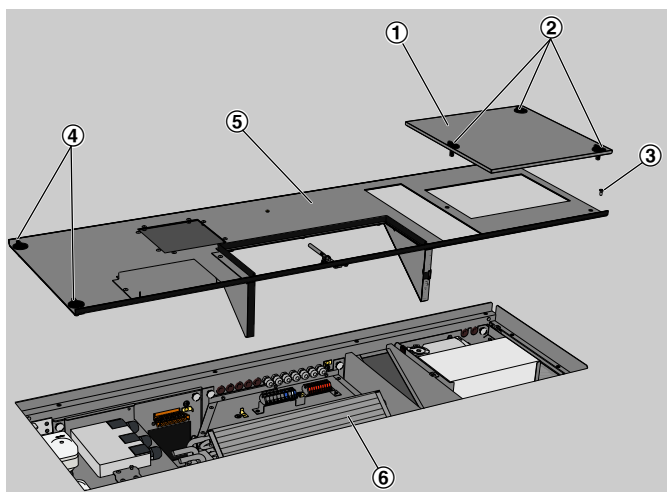

Abb. 26
3. ▶ Den Filterdeckel (Abb. 26/1) durch Lösen der Schnellverschraubungen (Abb. 26/2) demontieren.
4. ▶ Revisionsdeckel (Abb. 26/5) durch Lösen der Kreuzschlitzschraube (Abb. 26/3) und der beiden Schnellverschlüsse (Abb. 26/4) demontieren und neben dem Gerät lagern.
5. ▶ Wärmeübertrager (Abb. 26/6) nach oben entnehmen und lagern.